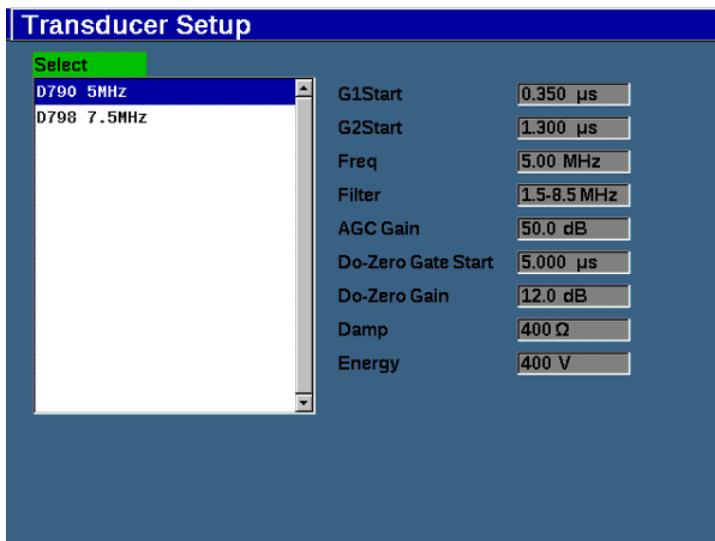

Рис. 11-38 Меню настройки преобразователя коррозионного модуля
3. Нажмите  для завершения активации и отображения страницы **Transducer Setup** (см. Рис. 11-38 на стр 296).